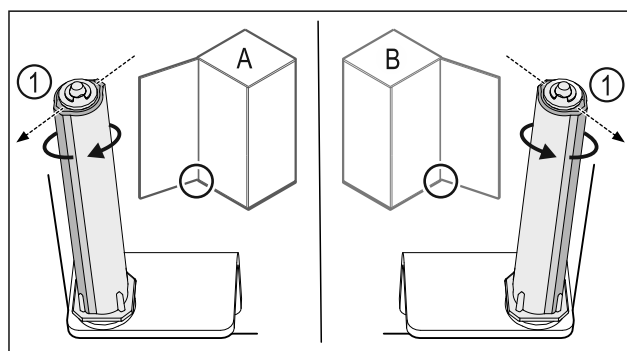

Fig. 39 Levo omejilo (A) / desno omejilo (B)
- ▶ Obrnite zaporni sistem proti uporju, dokler ni mostiček zapornega sistema Fig. 39 (1) obrnjen navzven.